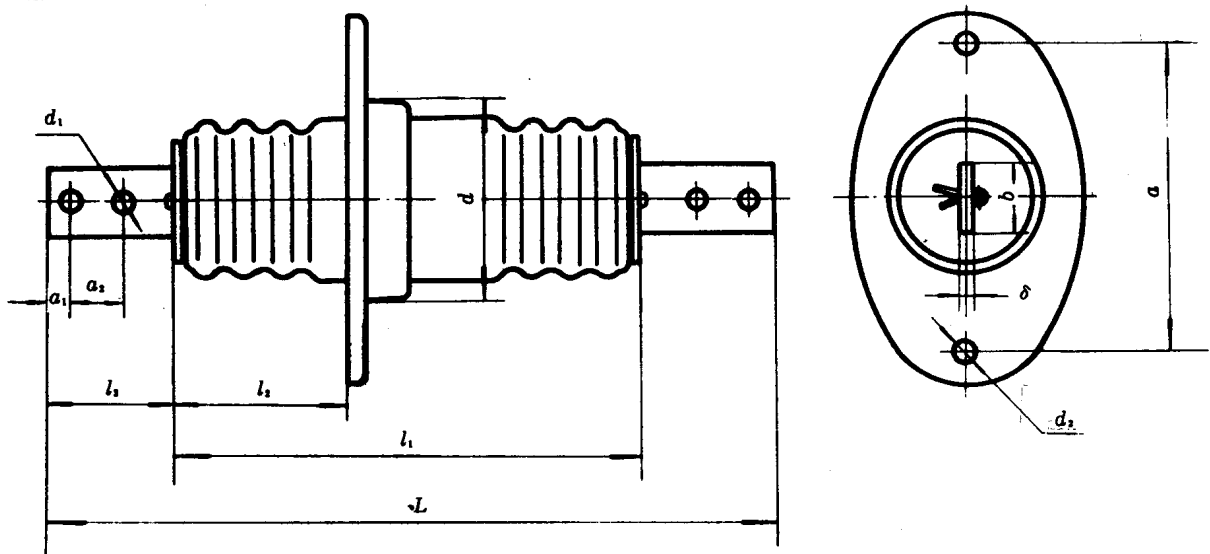

图 1
铝导体穿墙套管的主要尺寸特性见表 1,铜导体穿墙套管的主要尺寸特性见表 2,母线式穿墙套管的主要尺寸特性见表 3,穿墙套管基本结构型式图见图 1~图 10。
注: ① 图中的尺寸  $l_2$  及  $d$  即图 1~10 中的尺寸  $l_2$  及  $d$ 。
② 套管安装时应将套管中间法兰的主体部分(即图中尺寸  $d$  所示部分)伸入墙孔内,对于户外套管,应从户外往户内穿。
③ 安装板厚度  $S \leq 50$  mm,穿墙套管法兰安装面对水平线的倾斜角度  $\alpha$ ,在墙的一侧为户外时,推荐  $\alpha$  约  $5^\circ$ ,其他情况  $\alpha$  也可取为  $0^\circ$ 。